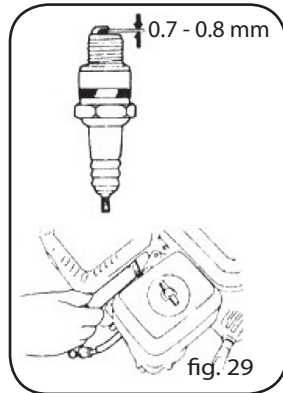

fig. 29
c) Misurare lo spazio libero della candela con uno spessimetro. Lo spazio deve essere di 0,7-0,8 mm (Fig.29). Se è necessario effettuare regolazioni piegare con delicatezza l'elettrodo laterale.